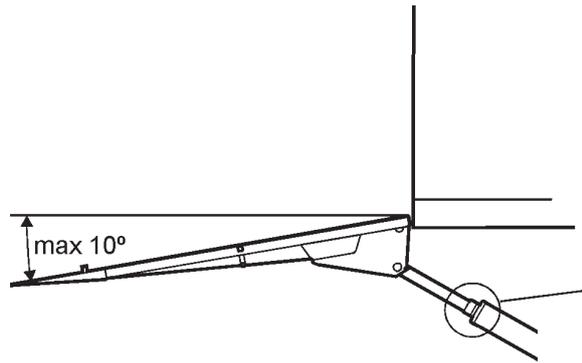

Imagen 38. El ángulo de basculamiento hacia abajo se debe ajustar en 10° como máximo
1. Realizar una operación de elevador hacia arriba para que el puente llegue a la plataforma. Véase la Imagen 38.
3. Inclinar el puente hacia abajo, hasta 10 grados como máximo por debajo de la horizontal. Como se muestra en la Imagen 38.
4. Ajustar el tope por completo hacia la culata del cilindro (4).